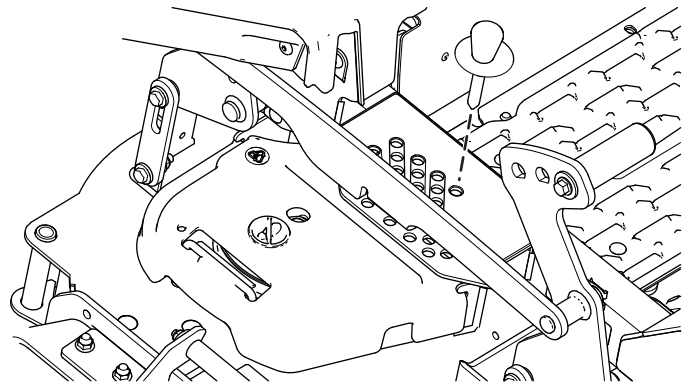

Figura 27
2. Insira o pino de altura de corte na posição de altura de corte de 127 mm do suporte (Figura 27).